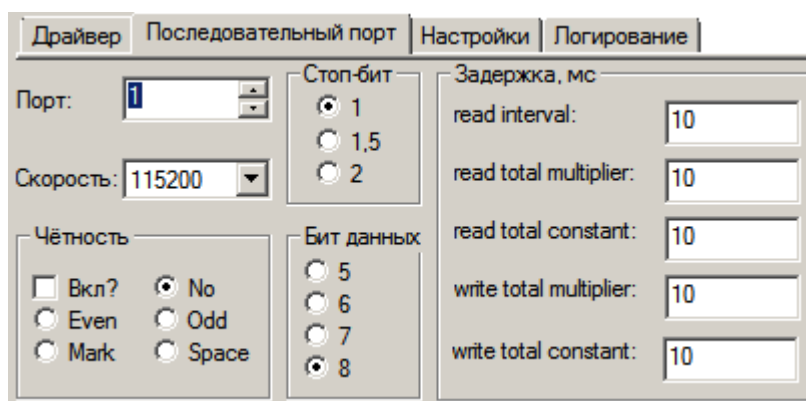

Рисунок 3 — Частные свойства элемента **Драйвер Cerberus ECO**, вкладка **Последовательный порт**
1. На вкладке **Последовательный порт** в поле **Порт** введите номер последовательного порта, к которому подключена панель (рисунок 3).